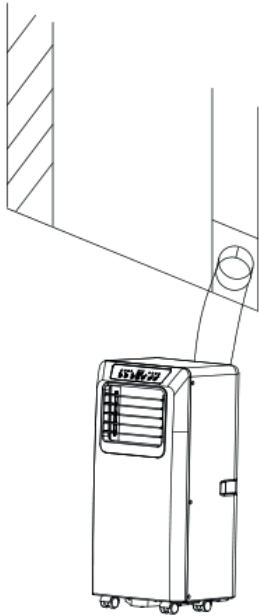
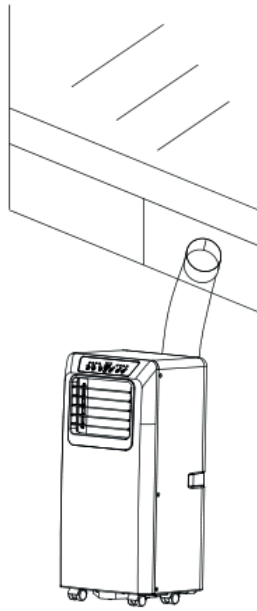

Fig. 6
Fig. 6a
- 2) Installeer de uitlaatslang zoals wordt getoond in afb. 6 en afb. 6a en zet het raam in de juiste stand.